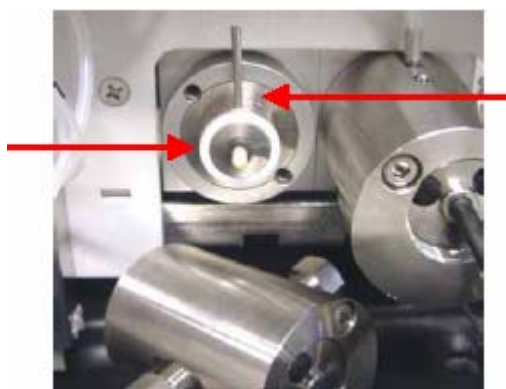

图 42. 已经拆卸的泵头
- ① 清洗泵, 设置流速为零;
- ② 拆卸连接管路;
- ③ 拧松固定泵头的两个内六角螺栓, 向前抽出泵头;
- ④ 拆除白色密封环 (图 42 左侧箭头所指处, 注意: 黑色支持环可能套在柱塞上), 轻轻旋转并拔出衬套;